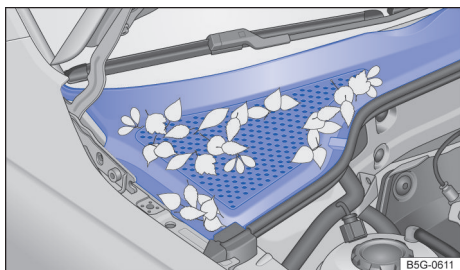

Fig. 170 Entre o compartimento do motor e o para-brisa: caixa de água (representação esquemática).
- A caixa coletora de água está localizada no compartimento do motor, entre o para-brisa e o motor e sob uma cobertura perfurada → Fig. 170. O ar ambiente é sugado da caixa coletora de água para o interior do veículo por meio do sistema de aquecimento e ventilação ou do ar-condicionado.